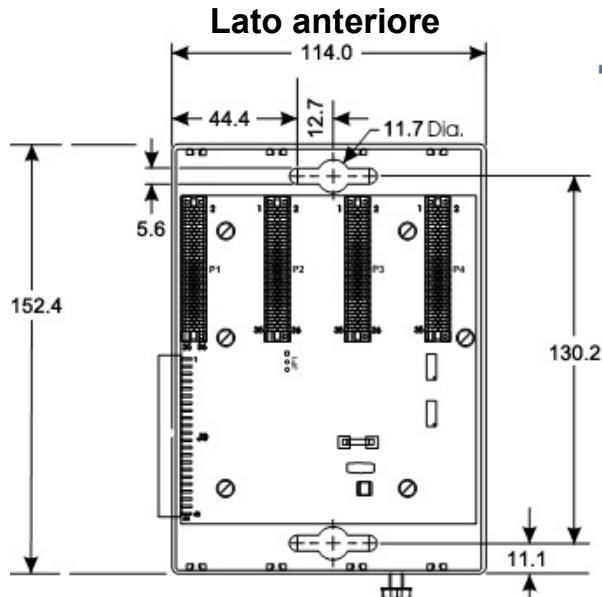

Figura 3. Dimensioni dell'alloggiamento di espansione a 4 slot per ControlWave Micro (in millimetri)
- Alloggiamento di espansione. Posizionare l'alloggiamento di espansione a destra dell'alloggiamento di base e individuare i fori di montaggio utilizzando l'alloggiamento di espansione come modello (vedere la Figura 3 per le dimensioni).